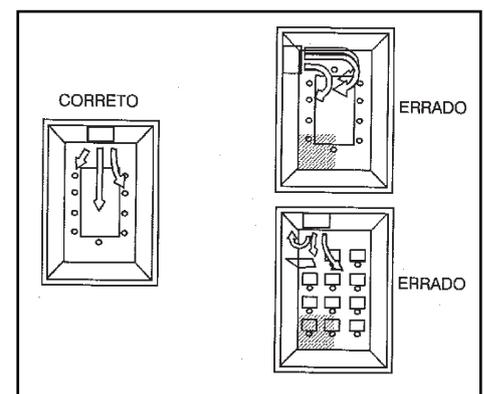

FIGURA 5 - POSIÇÃO DA UNIDADE EVAPORADORA NO AMBIENTE
- * Instalar a evaporadora onde ela fique livre de qualquer tipo de obstrução da circulação de ar tanto na descarga como no retorno de ar. A posição da evaporadora deve ser tal que permita a circulação uniforme do ar em todo o ambiente, veja exemplo na figura 5.